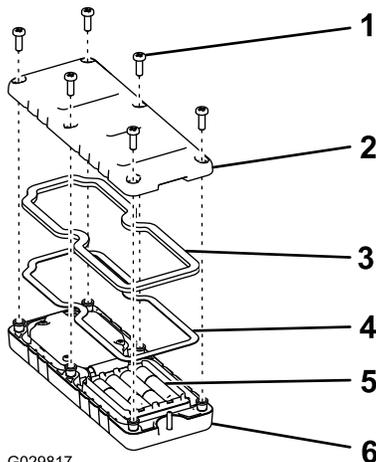

Рисунок 16
2. Вставьте каждый элемент питания в гнездо с клеммами, соблюдая полярность (Рисунок 16).
3. Убедитесь в том, что стальная прокладка и резиновое уплотнение находятся в канавке пульта дистанционного управления, и установите заднюю крышку на место (Рисунок 16).
4. Закрепите крышку 6 винтами (Рисунок 16) и затяните их с моментом 1,5-1,7 Н·м.